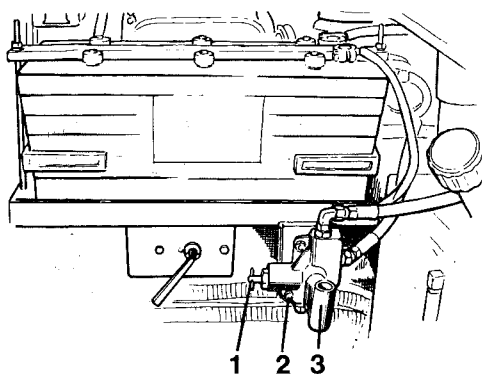

Fig 21 Bogserventil
Se fig 21.
Dra ut ventilen (1), fig 21, så att bromsarna an-sätts igen.